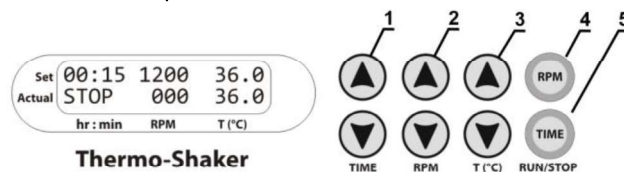

Рисунок 1. Панель управления
- 5.4.1 **Установка времени (TIME).** С помощью соответствующих кнопок ▼ и ▲ (рис. 1/1) установите необходимый интервал времени в часах и минутах (шаг 1 мин.).
- 5.4.2 **Установка скорости перемешивания (RPM).** С помощью соответствующих кнопок ▼ и ▲ (рис. 1/2) установите необходимую скорость (шаг 10 об/мин).
- 5.4.3 **Установка температуры (T, °C).** С помощью соответствующих кнопок ▼ и ▲ (рис. 1/3) установите необходимую температуру (шаг 0,1°C).
Внимание! Термостатирование платформы можно остановить, только понижая температуру кнопкой T(°C) ▼ (рис. 1/3, нижняя кнопка) до индикации OFF в верхней строке дисплея. В этом режиме прибор можно использовать в холодных помещениях как перемешивающее устройство без термостабилизации.
5.5.2 Нажмите кнопку **RPM-RUN/STOP** (рис. 1/4). При этом начинается движение платформы, и таймер начнет отсчет установленного интервала времени (с точностью до 1 мин.).
5.8 При необходимости можно перезапустить таймер во время его работы. Для этого дважды нажмите кнопку **TIME RUN/STOP** (рис. 1/5), первый раз для остановки таймера, второй - для повторного запуска.
Внимание! Движение платформы прекращается автоматически по истечении установленного времени. Термостатирование платформы можно остановить, только понижая температуру кнопкой **T(°C) ▼** (рис. 1/3, нижняя кнопка) до индикации **OFF** в верхней строке дисплея.